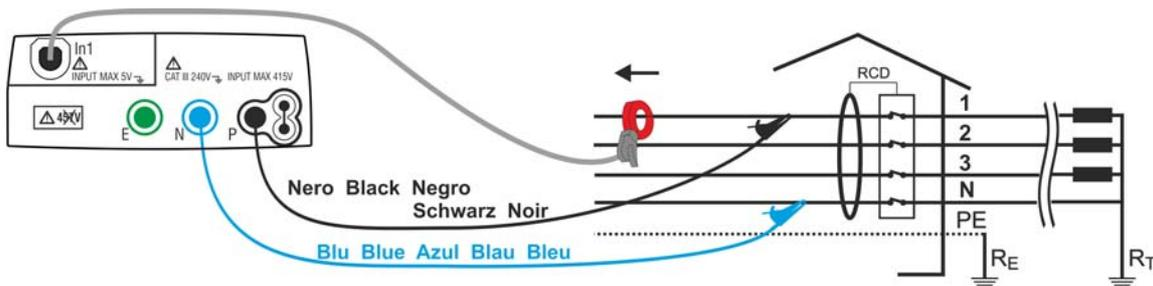

Fig. 31: Medición de los parámetros de red en instalaciones monofásicas, bifásicas o trifásicas
4. Conecte la pinza externa y la sonda voltimétrica en acuerdo a las Fig. 31. La flecha presente sobre la pinza debe seguir el sentido que fluye la potencia, del generador hacia la carga